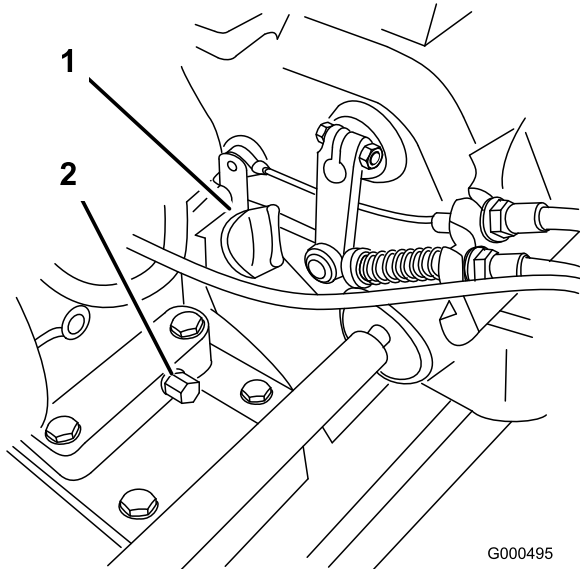

Figura 22
1. Coloque el cortacésped con el motor nivelado, y limpie la zona alrededor del indicador del nivel de aceite (Figura 22).
2. Coloque un recipiente debajo del tapón de vaciado, en la parte trasera de la máquina (Figura 22). Retire el tapón de vaciado.